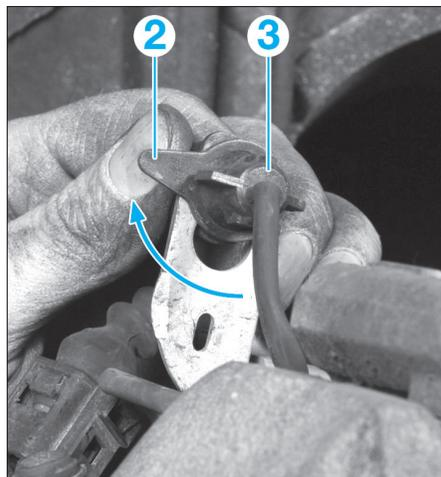

Fig. 2
- Lever légèrement la languette (2) et tourner le connecteur (3) pour le dégager de son support (Fig.2).